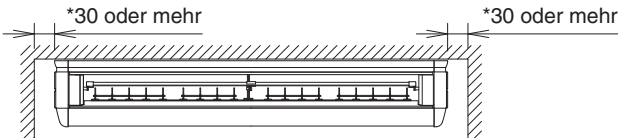
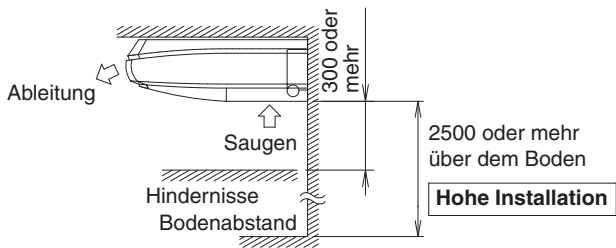

Abb. 1
Abb. 2
- (1) Wählen Sie einen Aufstellungsort, der die folgenden Bedingungen erfüllt, und holen Sie die Zustimmung des Kunden ein.
- Wo ausreichender Platz für Installation und Service sichergestellt werden kann. (Siehe Abb. 1 und Abb. 2)